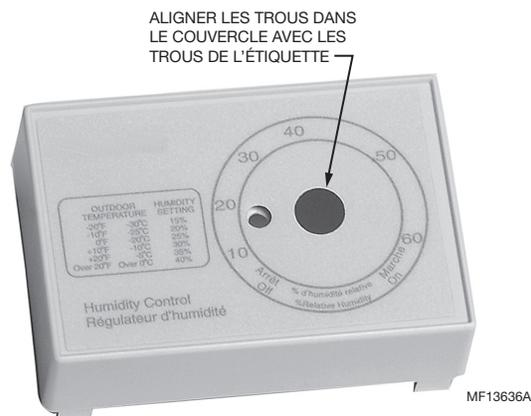

Fig. 47. Pose de l'étiquette sur le couvercle de l'humidistat.
12. Enlever la pellicule à l'endos de l'étiquette et coller celle-ci sur la partie amincie sur le devant du couvercle de l'humidistat. Voir la figure 47.